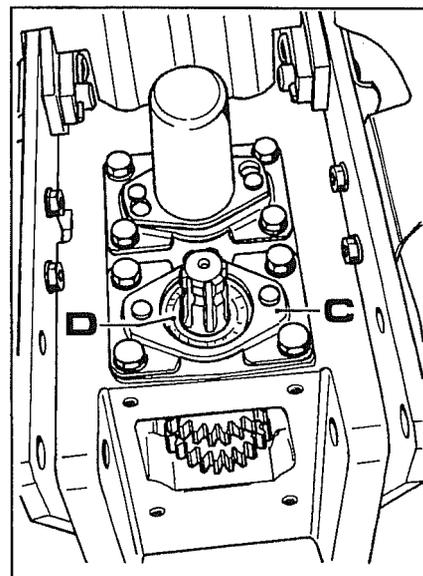

Fig. 2
- Al volver a montar las tapas laterales **C** fig. 2 colocar silicona para evitar infiltraciones de polvo.
4. Quitar la tapa **C** fig. 2, luego extraer el guardagotas **D** y el subyacente anillo elástico seeger.